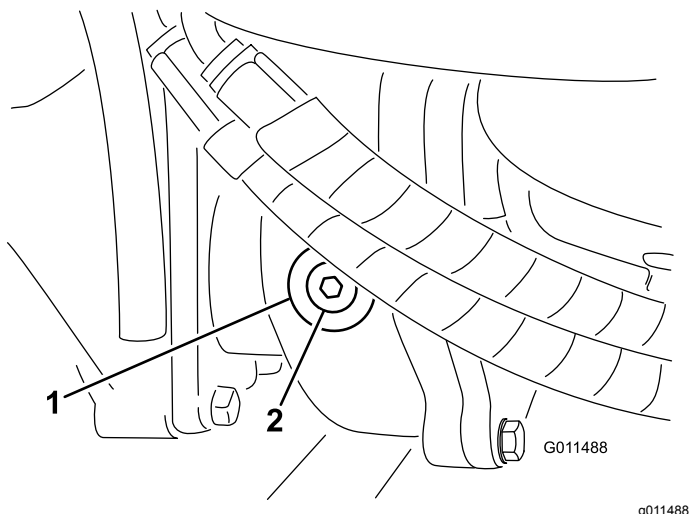

Figura 87
2. Togliete il tappo di controllo/riempimento dal lato sinistro del riduttore e verificate che il lubrificante raggiunga la base del foro (Figura 87).